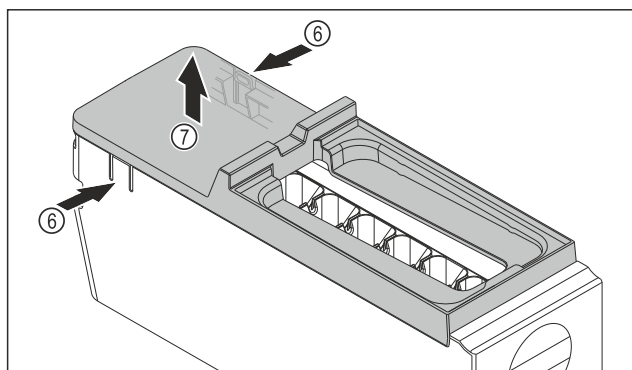

Fig. 198
- Vyjmutí krytu korpusu EasyTwist-Ice: Lamely Fig. 198 (6) na obou stranách korpusu EasyTwist-Ice stlačte jednou rukou.
- Kryt Fig. 198 (7) vyjměte druhou rukou nahoru.